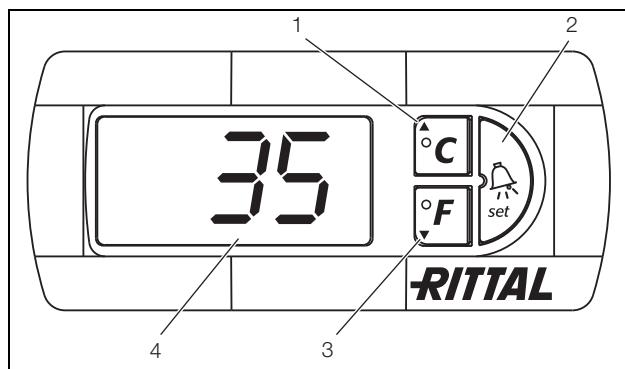

Imagen 19: Controlador e-Confort
El controlador e-Confort dispone de una indicación de 7 segmentos (imagen 19, nº 4). En esta se muestra, tras
La programación del equipo se realiza a través de las teclas 1 – 3 (imagen 19). Los parámetros también aparecen en la indicación.
- Presione simultáneamente las teclas 1 y 2 (imagen 19) durante 5 segundos mínimo.
Con las teclas 1, 2 y 3 (imagen 19) puede modificar 24 parámetros dentro de los niveles preestablecidos (valor mín., valor máx.).